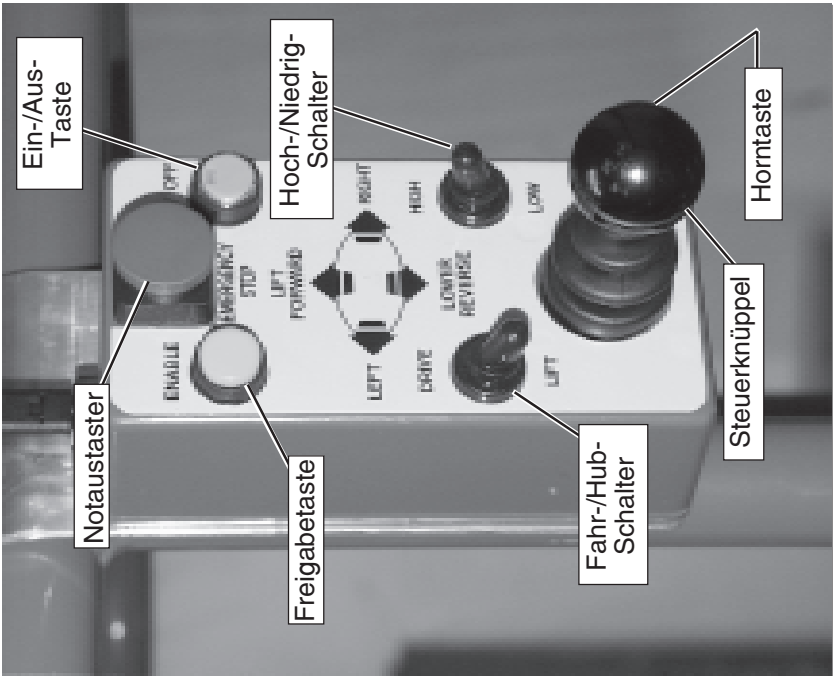

Abbildung 4: Arbeitsbühnen-Bedienorgane
- Schlüssel auf “ON” (Ein) drehen; der Schlüssel-schalter befindet sich auf der linken Seite des Masts (Abbildung 4).